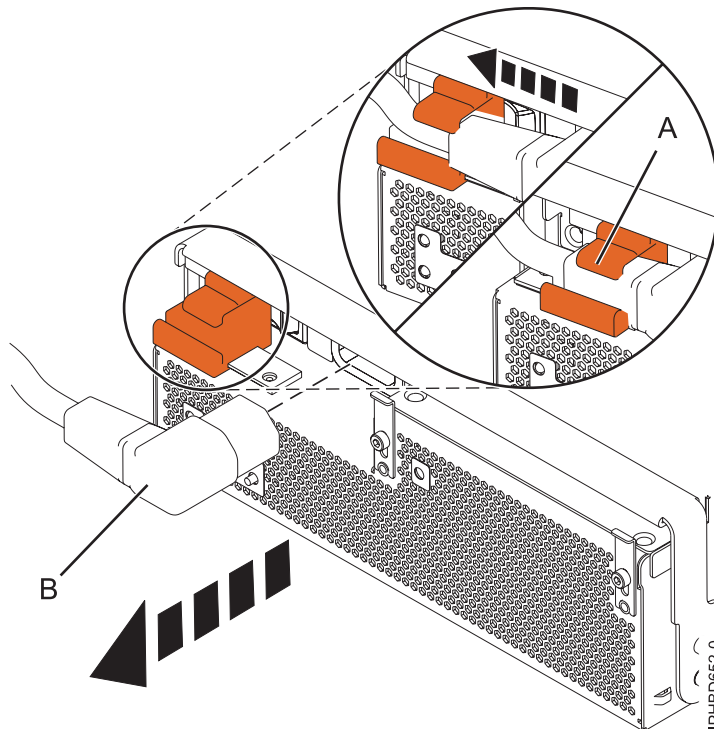

Figure 8. Déconnexion du câble d'alimentation de l'avant d'une unité d'extension
6. A l'avant de l'unité d'extension, faites glisser en position ouverte (A) le support de câbles de l'alimentation électrique à retirer. Déconnectez le câble (B) comme illustré dans la figure 8.